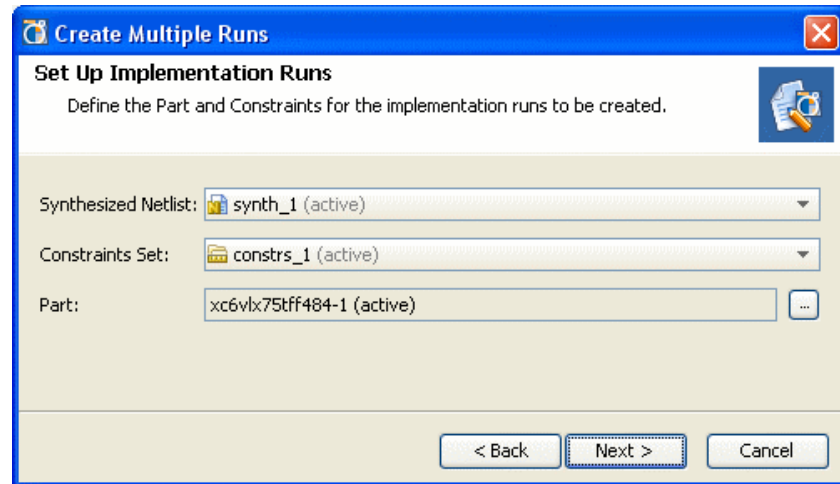

図 9-18 : Create Multiple Runs ウィザード
2. [Next] をクリックします。293 ページの図 9-18 のような [Set Up Implementation Runs] ページが開きます。